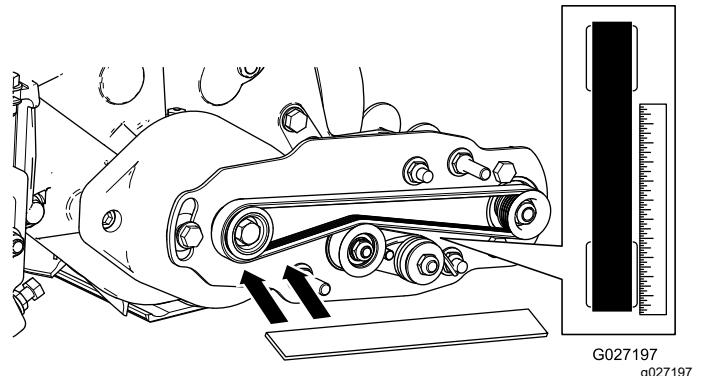

Bild 23
1. Legen Sie ein Lineal entlang der Außenseite der Antriebsscheibe (Bild 23).